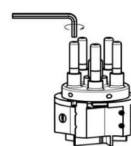

Abb. 15: Kontaktstift lösen
- Kontaktstift mit dem Innensechskantschlüssel aus der Halterung lösen und entfernen (Abb. 15).